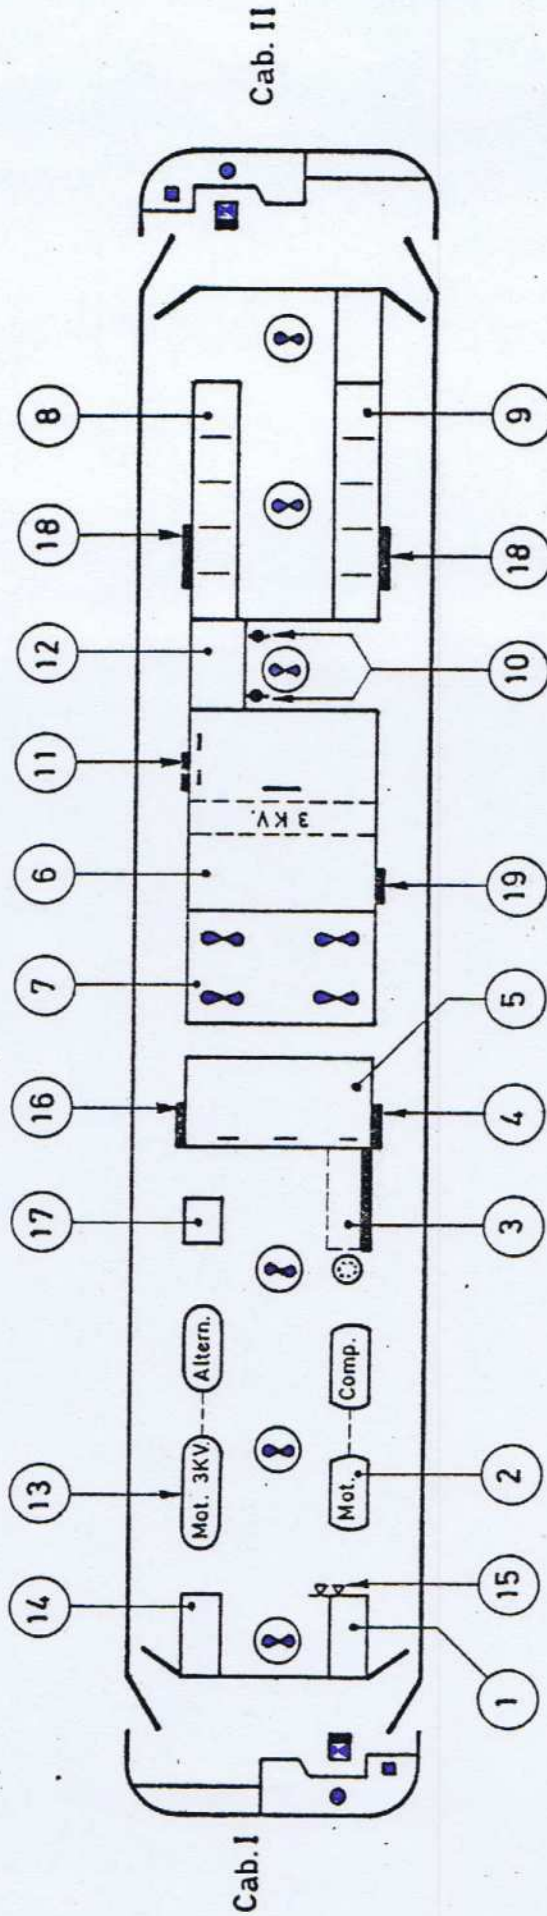

Fig. 2.
2. Vérifications intérieures (fig. 2).
- Le robinet d'isolement du pantographe 2 et le robinet du graisseur de bourrelets roues bogie 2 se trouvent à proximité du ventilateur moteur de traction 4; ils doivent être ouverts (fig. 2 repère 10);